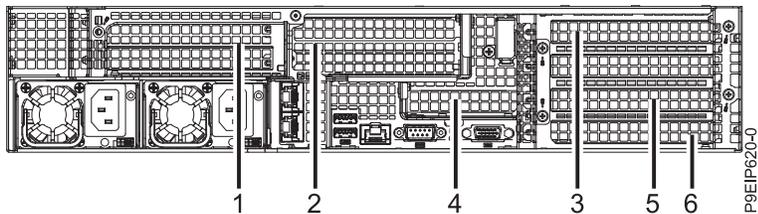

図 52. 9006-22P PCIe アダプターの位置
2. アダプターは、他のアダプターと PCIe ライザーを共有できます。 51 ページの図 52を参照してください。